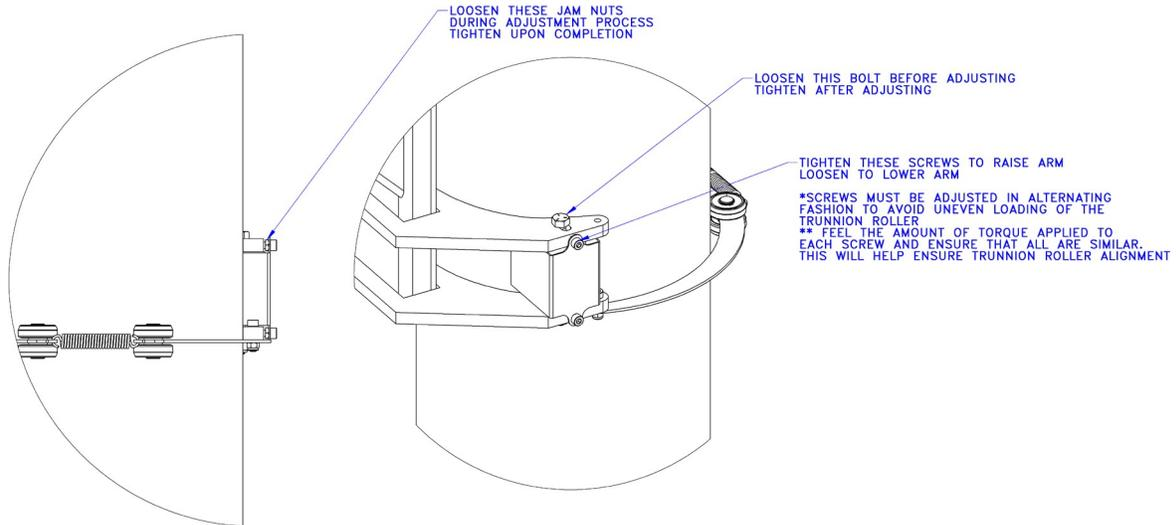

Abb. 4E. Einstellung der Zapfenrollen
4.2.3 Entfernen Sie die Ringschrauben vom Arm. Siehe **Abb. 4E** zur Einstellung der Zapfenrollen, bis der Arm waagrecht steht.